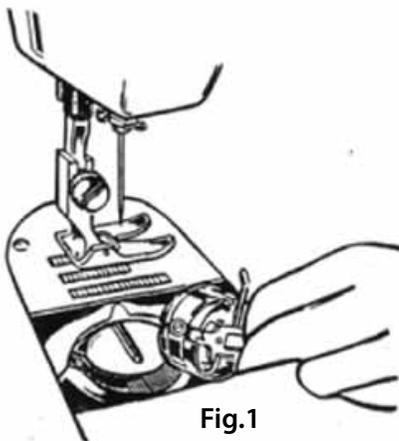

Fig.1
- Coloque una bobina en el pin devanador de bobina, gire la misma hasta que la ranura en ella llegue al resorte del pin, empuje la bobina hacia abajo. Luego empuje el pin devanador a modo que el picaporte entre la bobina. (fig.1).